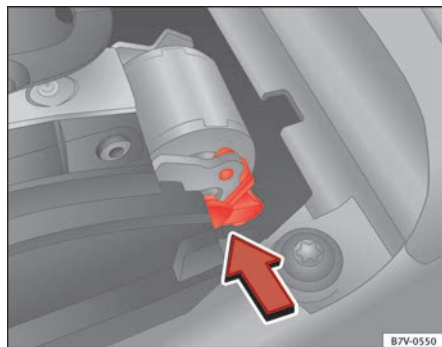

Fig. 196 Desbloqueo de emergencia del bloqueo de la palanca selectora.
- Pulse la palanca de desbloqueo ⇒ fig. 196 en el sentido de la flecha y manténgala en esta posición.